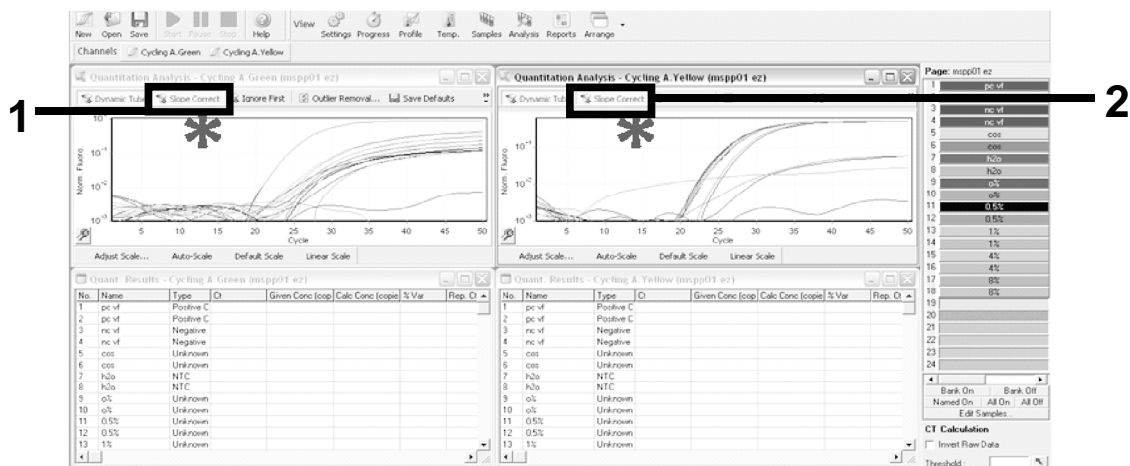

Figura 10. Impostazione "Slope Correct" (Correzione slope).
19. Viene visualizzata una nuova finestra (Figura 10). Fare clic su "Slope Correct" (Correzione slope) in entrambi i riquadri, come illustrato nella Figura 10.